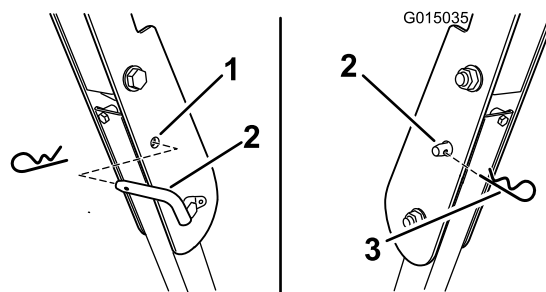

Figure 11
3. Mettez en place les goupilles de verrouillage. Fixez les goupilles de verrouillage avec la goupille fendue (Figure 11).